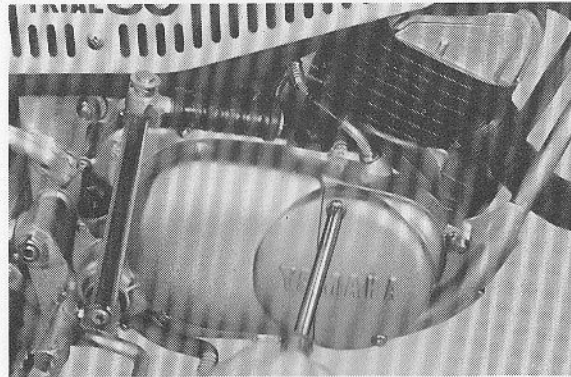

Fig. 2-5-6
- a. Remove Autolube pump cover, which is located on forward portion of the righthand crankcase cover. (Fig. 2-5-6)
- a. Enlever le couvercle de pompe autolube, qui est situé sur la partie avant du couvercle droit du carter. (Fig. 2-5-6)